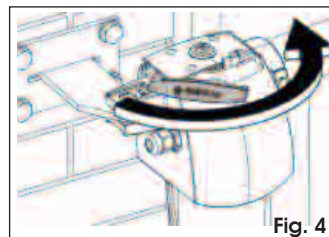

Fig. 4
2. Fermer le levier de déverrouillage (Fig. 4).